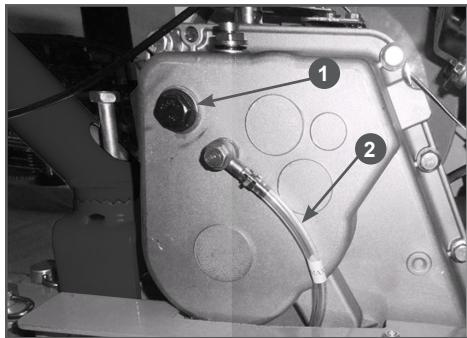

Рис. 23 Заправка масла в коробку передач
- Открутите пробку 1 маслозаливного отверстия (Рис. 23).
- Контролируйте уровень масла в коробке передач с помощью специальной трубы 2 (Рис. 23). Уровень масла в коробке передач должен быть по верхнюю метку «MAX» на трубке. Долейте масло до требуемого уровня.